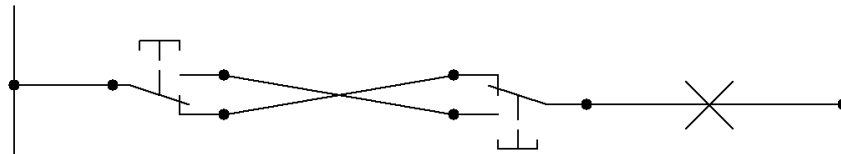

Abb. 33: Wechselschaltung – Korrespondierende „überkreuz“ angeschlossen
- a.) Muhamed hat die Elektroinstallation im Flur angeschossen. Allerdings ist er sich nicht sicher, ob er einen Fehler gemacht hat. Er glaubt, dass er die beiden Korrespondierenden „überkreuz“ angeschlossen hat (siehe Abb. 33).
- b.) Auch Herr Pfennig beruhigt Muhamed und ergänzt zur Schaltung in Abb. 33, dass es viel schlimmer gewesen wäre, wenn Muhamed die Korrespondierenden aus Versehen miteinander verbunden hätte (siehe Abb. 37, S. 85). Wie würde sich die Funktion der Schaltung dann verändern?